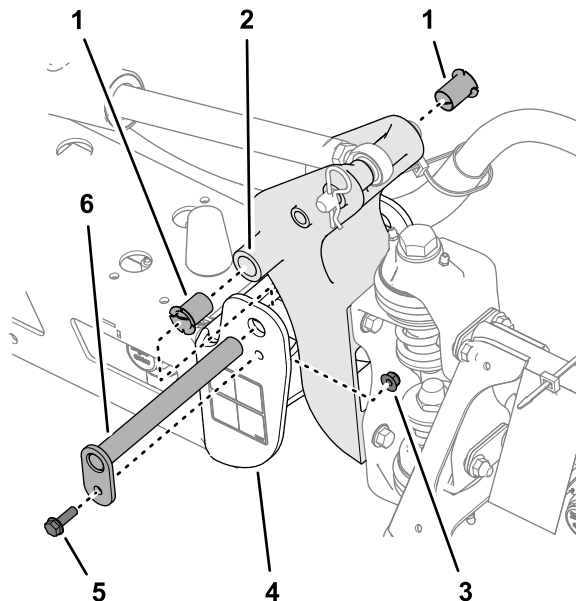

Figura 120
3. Retire el perno y la tuerca que sujetan el pasador de giro, y retire el pasador (Figura 120).
5. Retire y revise los casquillos de nylon desde delante y desde detrás de la placa de giro (Figura 120).
6. Lubrique los casquillos de nylon con una pequeña cantidad de aceite, e instale los casquillos en el soporte del giro (Figura 120).
7. Alinee los orificios de la placa de giro con los orificios del perfil de extremo (Figura 120).